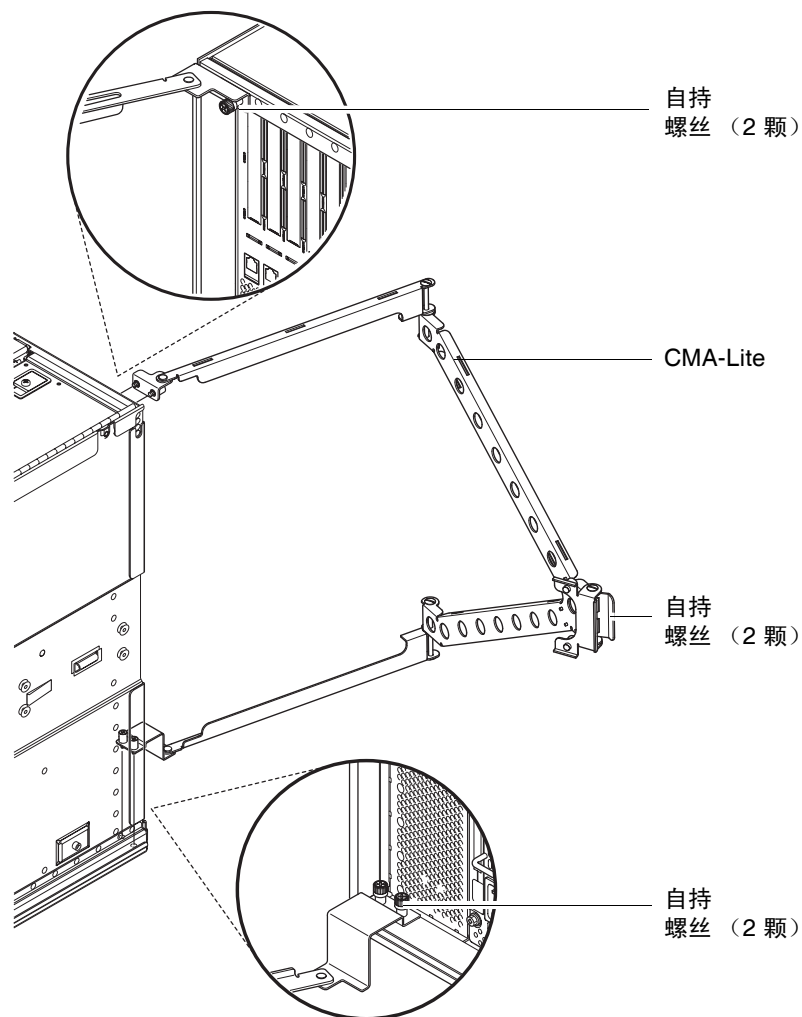

图 1-16 CMA-Lite 电缆管理臂
1. 使用两颗自持螺丝将上臂末端的转轴固定到系统的后上部（图 1-16）。